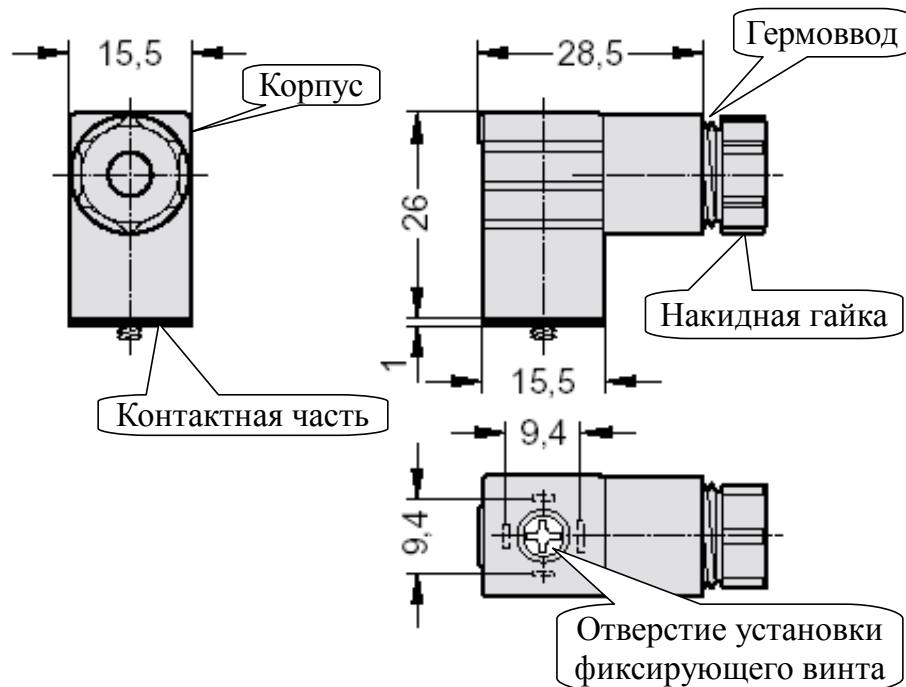
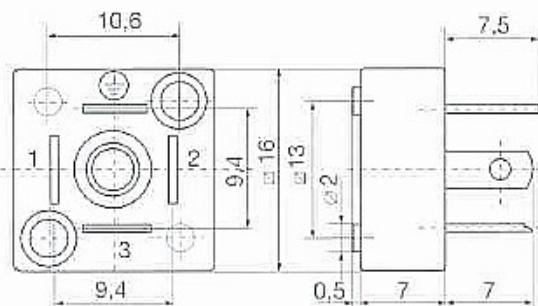

Рисунок 4 - Герморазъём DIN 43650, форма С (соединитель электрический, промышленный стандарт) с тремя контактами плюс заземляющий контакт
Рисунок 5 - База для герморазъёма DIN 43650, форма С (соединитель электрический, промышленный стандарт) с тремя контактами плюс заземляющий контакт
- Отвернуть и вынуть фиксирующий винт герморазъёма (Рисунок 4). Снять герморазъём с базы (Рисунок 5) и выдвинуть его контактную часть, толкая хвостовик в отверстии установки фиксирующего винта.